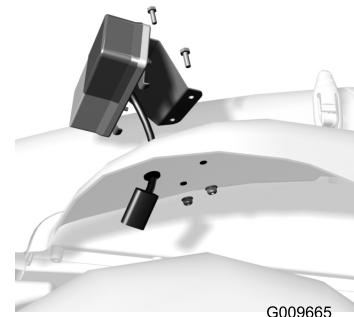

Bild 13
1. Befestigen Sie den linken Blinker in den bereits gebohrten Löchern im linken vorderen Kotflügel (Bild 13).